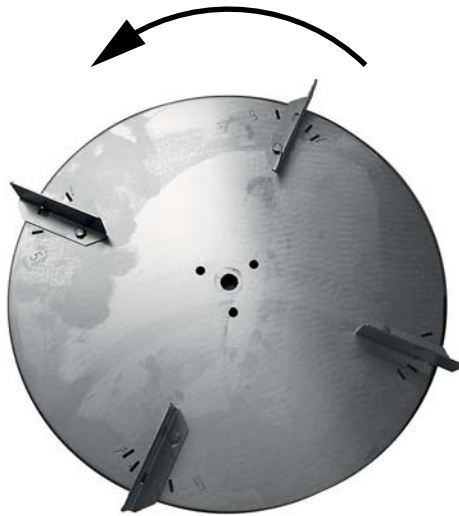

Bild 7.3: Spridartallrikens rotationsriktning
1. Beakta spridartallrikens rotationsriktning. Se Bild 7.3.